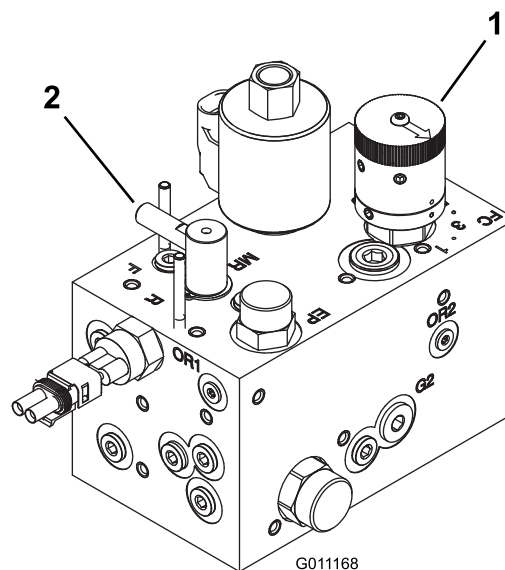

Рисунок 78
3. Поверните регулятор обратного вращения в положение обратного вращения (R). Поверните регулятор скорости барабана в положение 1 (Рисунок 78).